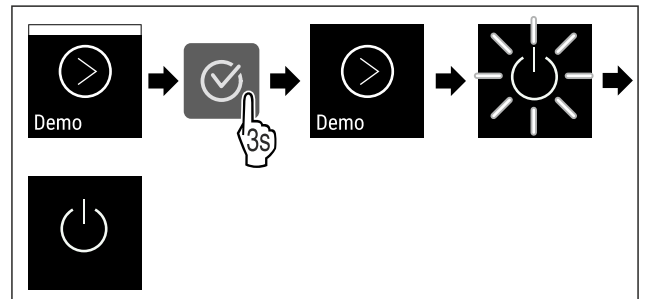

Fig. 112
- ▶ Végezze el a gyakorlati lépéseket (lásd Fig. 112) .